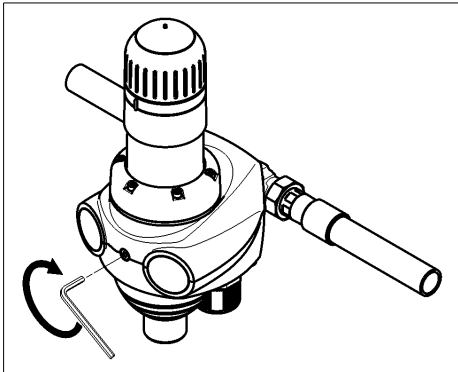

Abb. 5: Montage JPM-QC
- Die zentrale Schraube in der Frontseite mit einem Innensechskantschlüssel festschrauben (siehe Abb. 5).